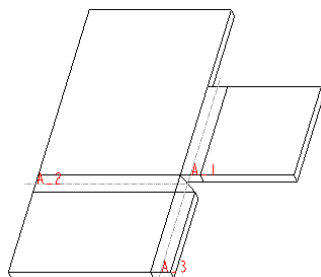

图 3-53 展平钣金件的效果
(1) 在功能区“模型”选项卡的“折弯”组中单击  (展平) 按钮，打开“展平”选项卡。
(2) 默认选中“展平”选项卡中的  (自动选择的参考) 按钮，以自动选择所有弯曲的曲面或边，并接受零件的默认固定几何参考。
(3) 在“展平”选项卡中单击  (完成) 按钮，展平钣金件的效果如图 3-53 所示。